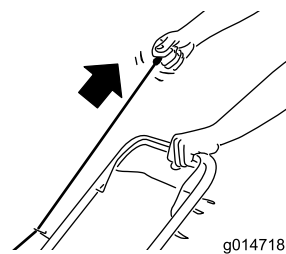
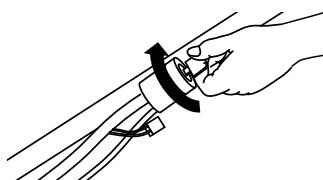

Figura 17
Figura 16
2. Rode a chave (apenas modelos de arranque elétrico; consulte a Figura 16) ou puxe o manípulo do arrancador de retrocesso (Figura 17).